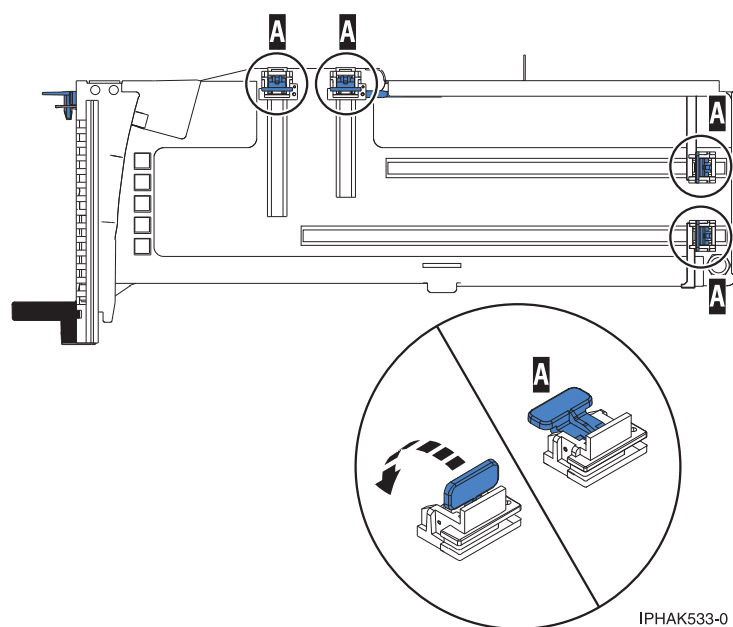

図 37. カセット内のアダプター保持器具
- a. アダプターを収容できるように、すべてのアダプター保持器具がカセットの端に押し出されていることを確認します。 図 37を参照してください。